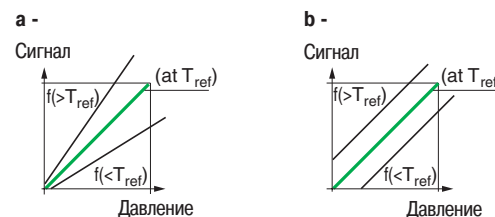

Рис. 63: Графическое представление: [a] температурный дрейфа чувствительности, [b] температурный дрейф нуля.
□ **Температурный дрейф (см. Рис. 63)**